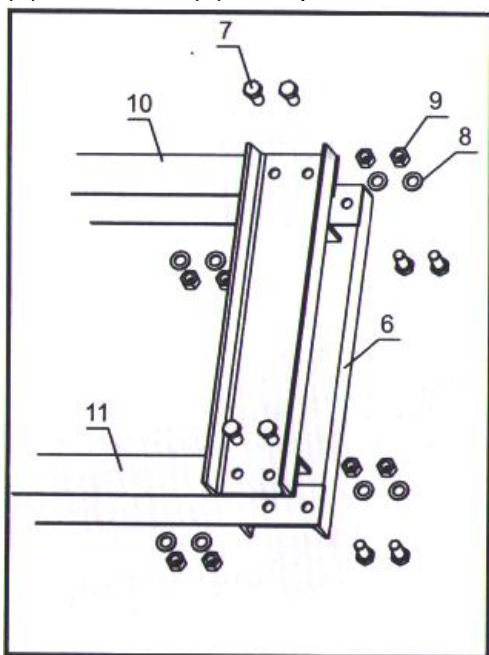

Рис.1
2. Расположите стойки рамы пресса (10 11) на устойчивой, плоской и ровной поверхности пола. Совместите отверстия в верхней поперечине (6) с отверстиями в верхней части стоек рамы (10) и закрепите соединения болтами (7), с шайбами (8) и гайками (9). См. рис. 1.